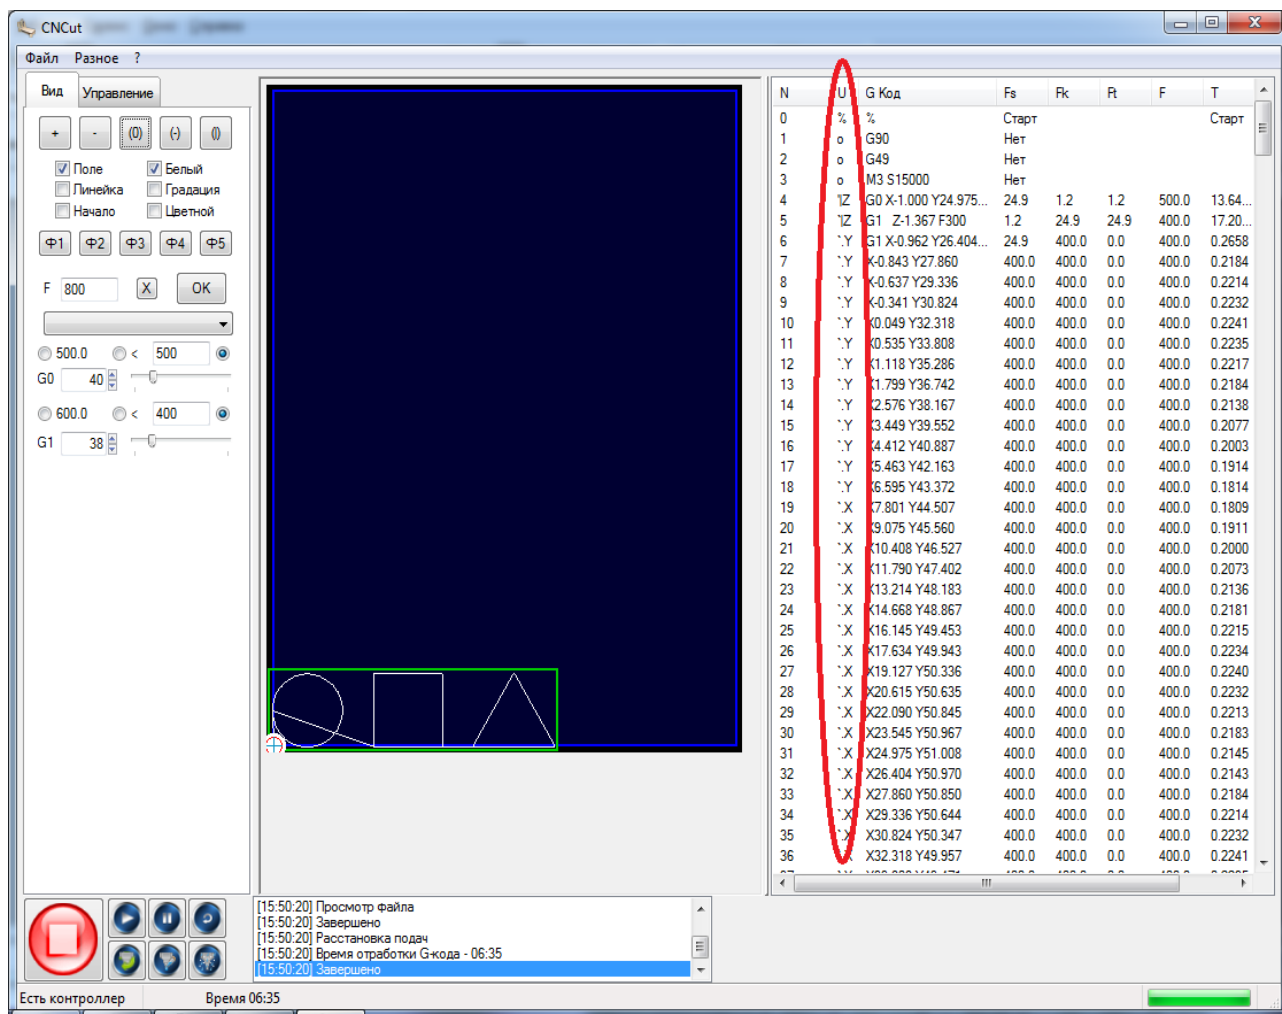

Рисунок 63. Столбец «U»
2. Столбец «U»-отображает пометки обработки кадра и имя ведущей оси, рисунок 63